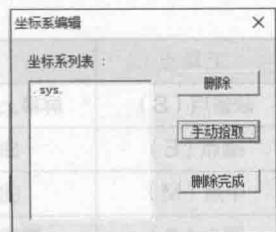

图 1-20 【坐标系编辑】对话框
③ 隐藏坐标系。选择【工具】/【坐标系】/【隐藏坐标系】命令，或单击坐标系工具栏中的 \square 按钮，然后直接选择需要隐藏的坐标系即可。
④ 显示所有坐标系。选择【工具】/【坐标系】/【显示所有坐标系】命令，或单击坐标系工具栏中的 \blacksquare 按钮，然后直接选择需要显示的坐标系即可。
⑤ 删除坐标系。选择【工具】/【坐标系】/【删除坐标系】，或单击坐标系工具栏中的 \times 按钮，弹出【坐标系编辑】对话框，如图 1-20 所示，然后选择需要删除的坐标系即可。